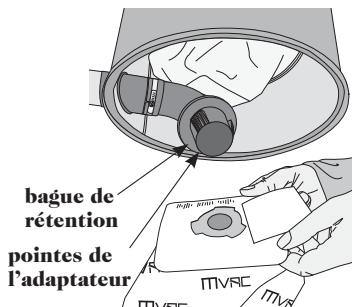

figure 14
3. Installer le nouveau sac, en vous assurant d'aligner les coches du sac avec les pointes de l'adaptateur (**figure 14**).